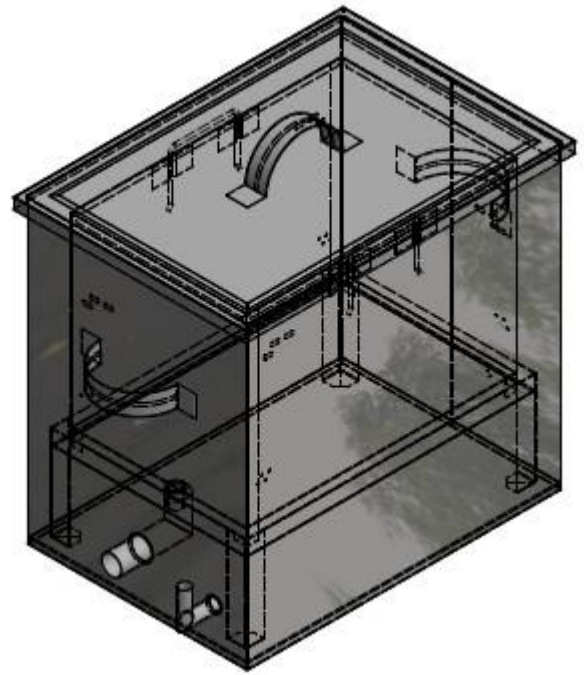

Abb. 1
4. FUNKTIONSBESCHREIBUNG DES WACHSSCHMELZERS MIT GASBRENNER 1. Den Tank bis zur Höhe des Ablaufrohrs mit Wasser füllen, wie in der Abbildung (Abb. 1). Wasserverluste sind auszugleichen (besondere Vorsicht – Verbrennungsgefahr). 2. Den Korb mit Rähmchen oder Trockenstoff füllen. 3. Das Gerät mit dem Deckel abdecken. ~~4. Den Brenner so unter dem Gerät platzieren, dass die Flamme die gesamte Bodenfläche des Geräts erhitzt.~~ 5. Warten, bis Dampf entsteht und geschmolzenes Wachs herausfließt. 6. Nach dem Schmelzen der Charge den Wasserstand prüfen und eventuelle Verluste ausgleichen. 7. Rähmchen oder Trockenstoff in den Korb nachlegen. 8. Die Schritte 6 und 7 wiederholen, bis das Ausschmelzen beendet ist 9. Nach Prozessende den Brenner ausschalten und die Gasflasche schließen. 10. Den Trester aus dem Korb entfernen und den Korb für die Wiederverwendung vorbereiten. 11. Dieses Gerät ist nicht für die Verwendung durch Personen mit eingeschränkten körperlichen, sensorischen oder geistigen